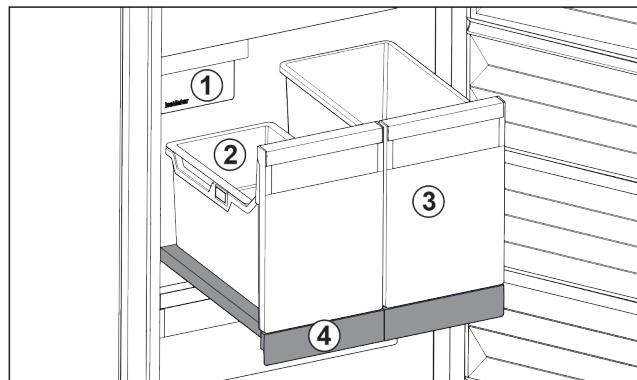

Fig. 100 Vysouvací příhrádka s IceTower
Na vysouvací příhrádce jsou dvě vysoké nádoby (IceTower). V nádobě Fig. 100 (2) se shromažďují a skladují kostky ledu z IceMaker. Nádoba Fig. 100 (3) se hodí pro skladování vysokých potravin jako pizzy nebo alkoholické nápoje.